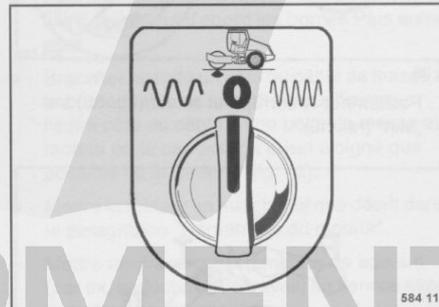

fig. 36
- Tourner l'interrupteur rotatif de sélection de la vibration (fig. 36) sur position "0", vibration arrêtée.